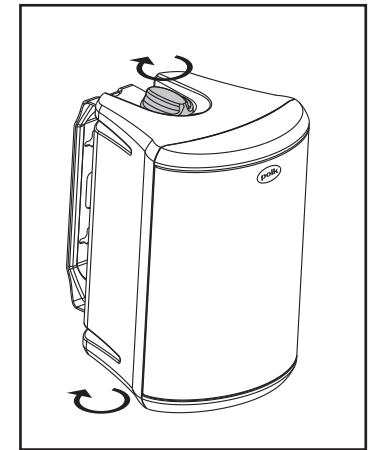

FIGURE 17
- Once the speaker is mounted, the bracket knobs can be loosened to "aim" the speaker, and then hand-tightened to keep the speaker angled correctly [figure 17].
- Une fois l'enceinte installée, les boutons du support peuvent être desserrés pour orienter l'enceinte puis resserrés à main pour garder l'enceinte correctement et solidement orientée [figure 17].